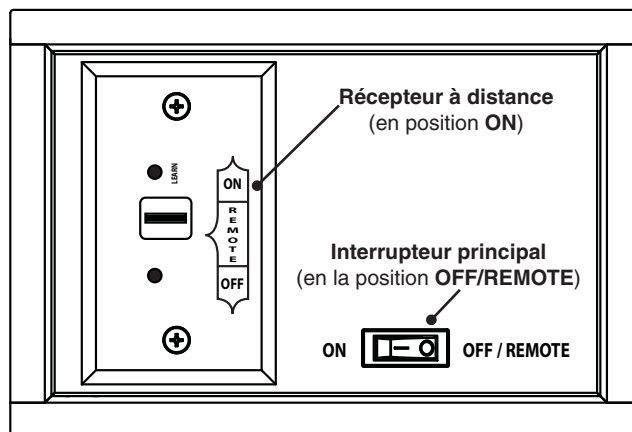

Fig. 32-1 Contrôle détail du panneau
1. Vérifiez que l'interrupteur principal est en position **OFF/REMOTE** (éteindre/éloigné) (voir Fig. 32-1).
2. Repérez l'interrupteur à 3 positions sur le récepteur de télécommande (voir Fig. 32-1), Et faites glisser le commutateur en position **ON** (sur).
L'interrupteur principal doit rester dans la position **OFF/REMOTE** (éteindre/éloigné) pour permettre le fonctionnement du système à distance (voir Fig. 32-1).